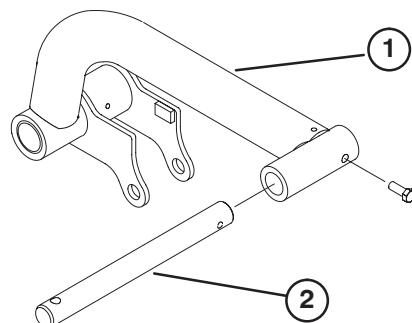

Figure 9
2. Insérez une tige de pivot dans chaque bras de levage (gauche et droit) et alignez les trous de fixation (Fig.9).